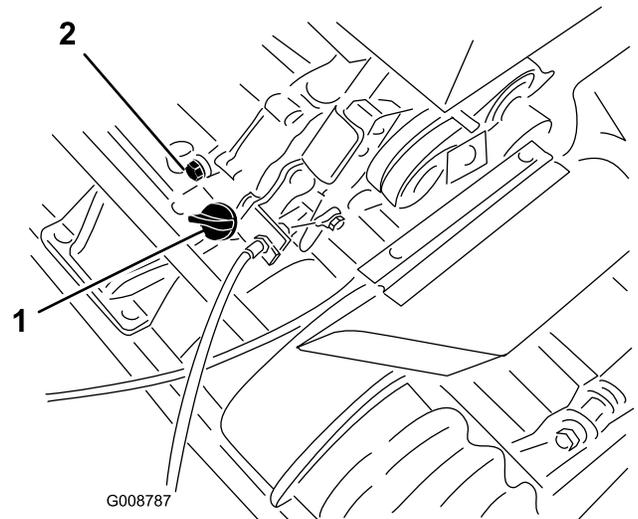

図 26
1. エンジンが水平になるように駐車し、オイルゲージの周囲をきれいに拭く (図 26)。
2. 機体下にあるドレンプラグ (図 26) の下に廃油受けを置く。